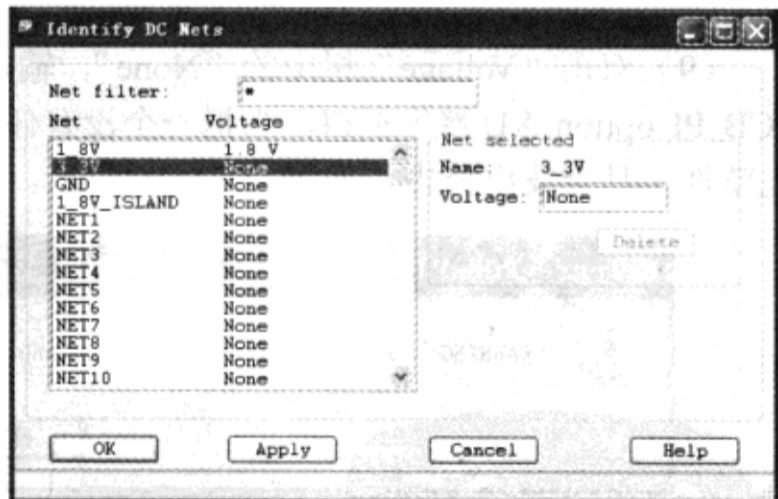

图 10-7-11 选择“3\_3V”网络
(4) 选择“3\_3V”的网络，如图 10-7-11 所示。